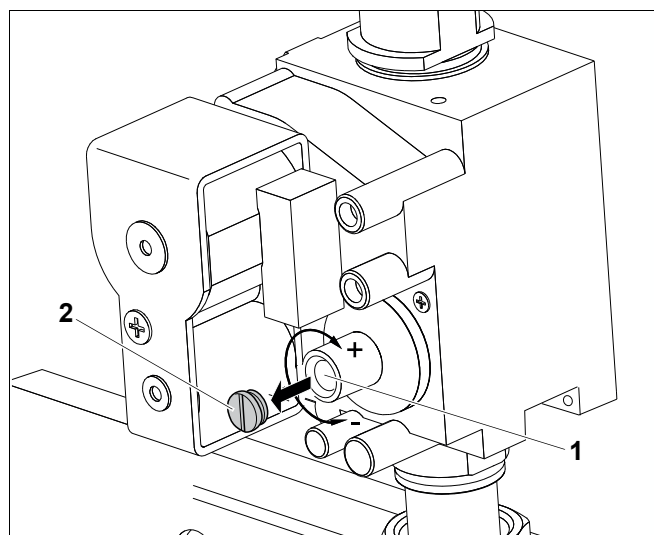

Рис. 50 Газовая арматура "SIT" 840 Sigma
- Снять защитный колпачок (рис. 50, поз. 2; возможно опечатан) на регулировочном винте давления на форсунках (рис. 50, поз. 1, сверху). Отрегулировать давление на форсунках поворотом винта в направлении плюс или минус (рис. 50, поз. 1, внизу).